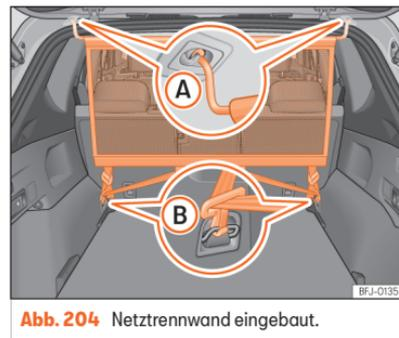

Abb. 204 Netztrennwand eingebaut.
- Netztrennwand in der linken Aufnahme am Dach »» (Abb. 204) A einhängen.
- Netztrennwand in der rechten Aufnahme am Dach durch Zusammendrücken der Querstange »» (Abb. 204) (A) einhängen.
- Beide Haltehaken der Netztrennwand in die vorderen Verzurrösen im Gepäckraum »» (Abb. 204) (B) einhängen und die Gurte fest spannen.
- Haltehaken der Netztrennwand an den Verzurrösen aushaken »» (Abb. 204) (B).
- Netztrennwand an der rechten Aufnahme im Dach »» (Abb. 204) (A) durch Zusammendrücken der Querstange aushängen.